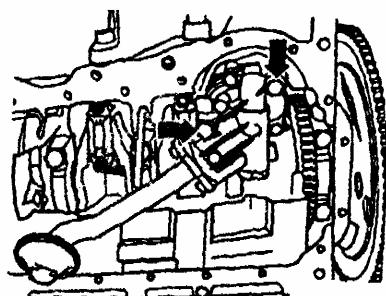

图 4-106 拆卸机油泵
- (4) 利用装配吊架慢慢降下副车架，撤出装配吊架。
- (5) 向下摆动防侧倾稳定杆，松开图 4-106 箭头所示的螺栓。向下压副车架，拆下机